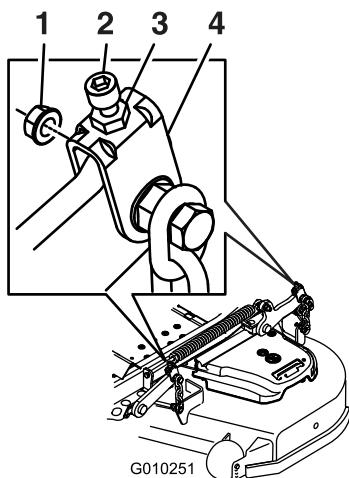

**Figure 85**
9. De chaque côté du tablier de coupe, mesurez la distance entre la surface plane et la pointe avant de la lame (position A). La distance obtenue doit être de 7,6 cm (3 po) (Figure 85).
15. De chaque côté du tablier de coupe, mesurez la distance entre la surface plane et la pointe arrière de la lame (position B). La distance obtenue doit être de 8,3 cm (3-1/4 po) (Figure 85).